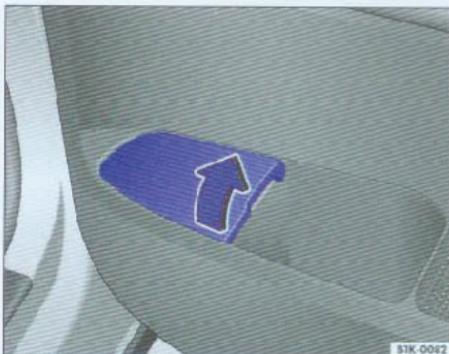

图73 后部烟灰盒
- 按箭头所示向上打开烟灰盒盖 \Rightarrow 图73。按相反方向操作即可关闭烟灰盒。